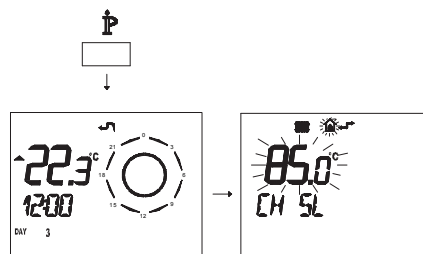

Figura 5.36
- Premere per più di 3 secondi il pulsante P per entrare in modalità **INFO** (Figura 5.36).